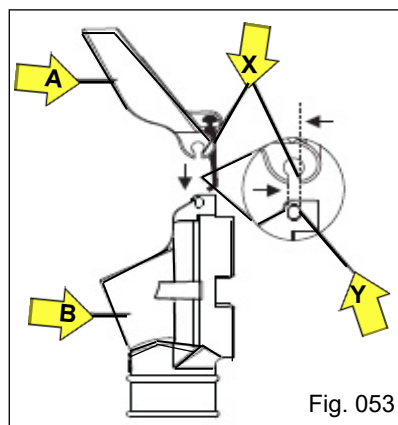

Fig. 053
- Incline a tampa do bocal “A” de forma que a mesma fique alinhada com a face plana do canal oblongo “X”, direcionando ao encaixe “Y” do pino do bocal (Fig. 053);